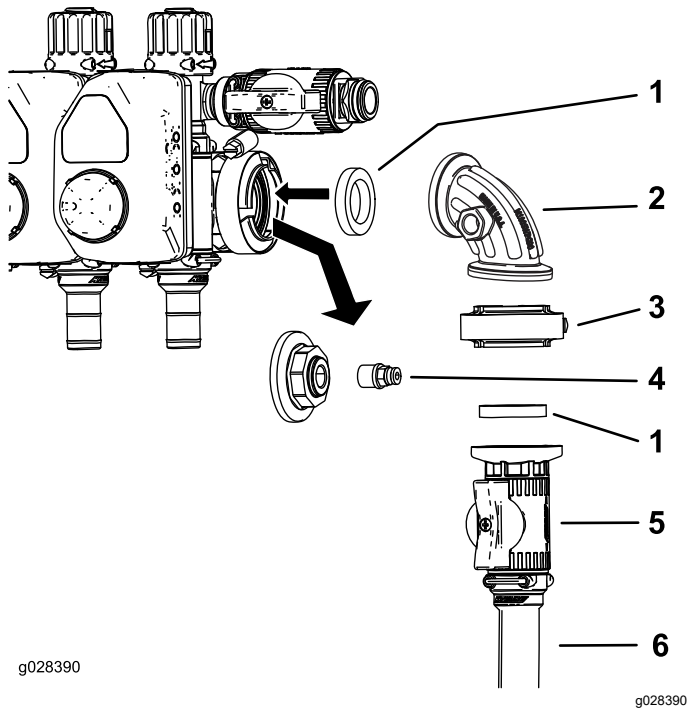

Figure 24
1. Détachez le bouchon et le coupleur de la prise du manomètre (Figure 24).
2. Montez la vanne de commande comme montré à la Figure 24.
3. Insérez le coupleur dans l'orifice libre du raccord à 90° (Figure 24 ou Figure 37).
4. Raccordez le flexible d'alimentation du dévidoir à la vanne de commande au moyen d'un collier (Figure 24).